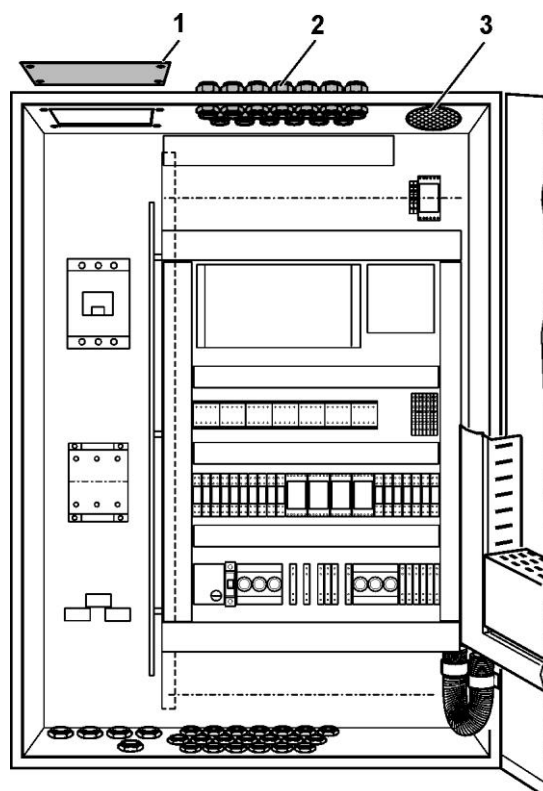

Рис. 13 Подвод кабеля к распределительной панели модуля БТЭС
- Снять защитные пластины (Рис. 13, поз. 1) и выполнить кабельные вводы (обеспечивается заказчиком) для подключаемого к сети силового кабеля.
- Соединительный кабель через кабельные вводы подвести к верхней стороне модуля (Рис. 13, поз. 2).
Легенда к Рис. 13